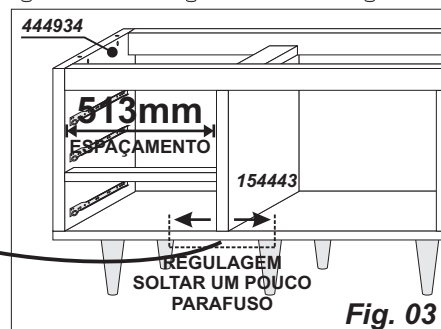

Fig. 03
- 1 - Verificar se tem 513mm de espaço entre as laterais 444934 e 154443, sendo este o espaçamento adequado para as gavetas. **Fig. 03**
- 3 - Caso estejam apertadas ou largas soltar um pouco os parafusos da base e mover a lateral 154443, para regular o espaçamento. **Fig. 03**